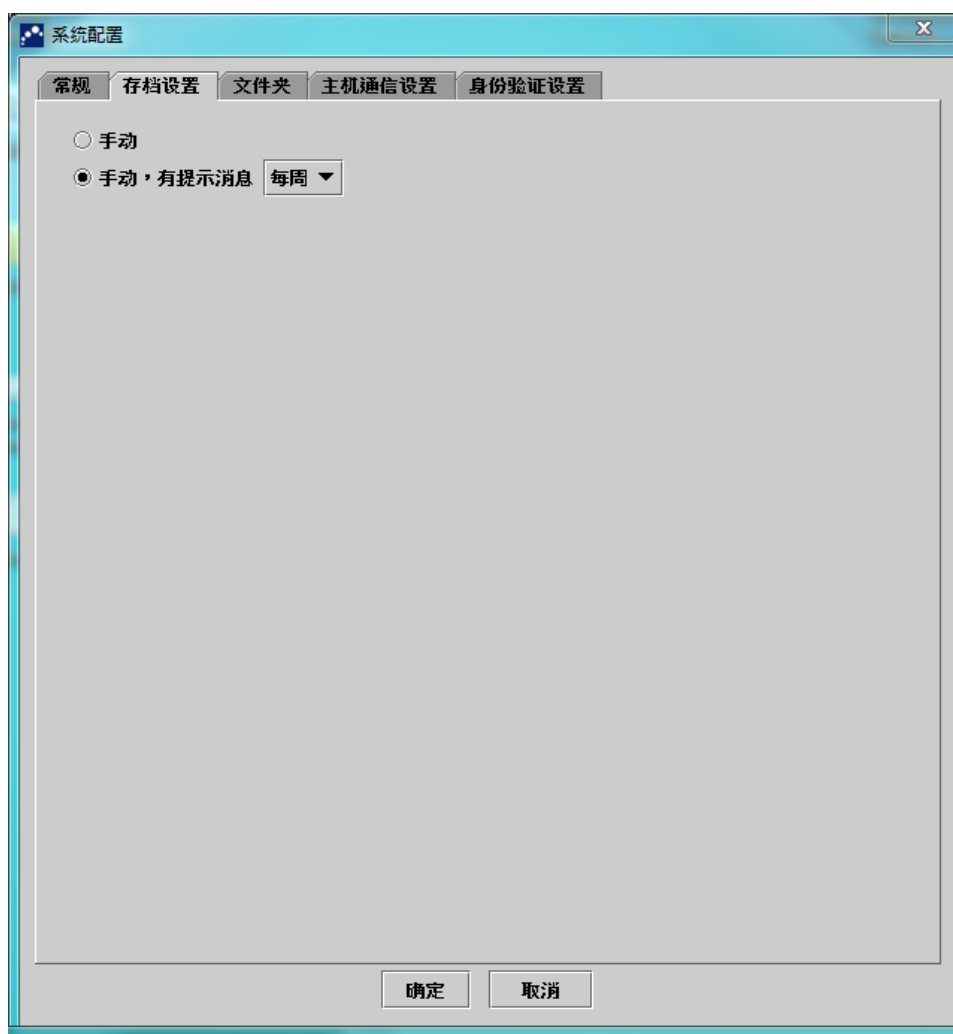

图 2-79. “系统配置”对话框（“存档设置”选项卡）
2. 选择**存档设置**选项卡。出现**存档设置**选项卡信息。参见图 2-79。